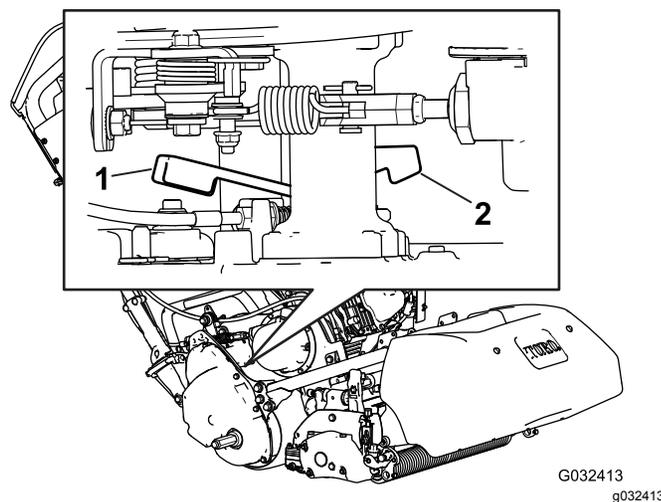

图32
1. 在机器的右后角找到靠近驱动装置壳体轮鼓的牵引接合/分离控制杆图32。